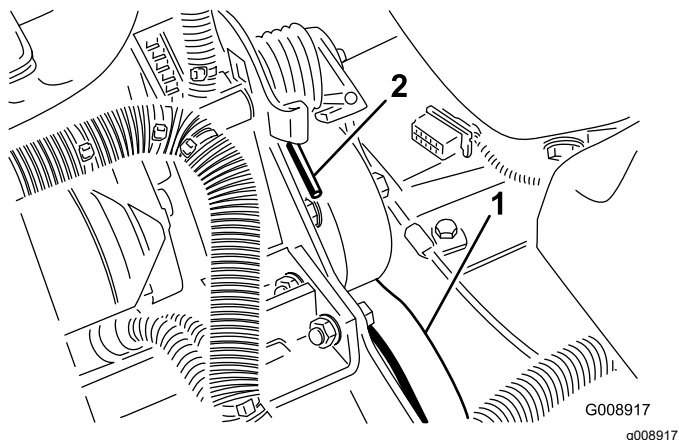

図 77
3. スプリングの端を前側に押し下げてブラケットから外し、スプリングのテンションをなくす 図 77。